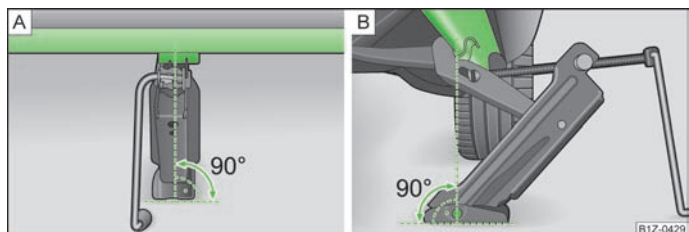

Abb. 135 Wagenheber ansetzen
- Den Wagenheber so ansetzen, dass die Klaue den Steg » Abb. 135 - unter der Einprägung in der Seitenfläche des Unterholms umfasst.
- › **Abb. 135** zur Stelle, an der die Klaue den Steg umfasst, befindet.